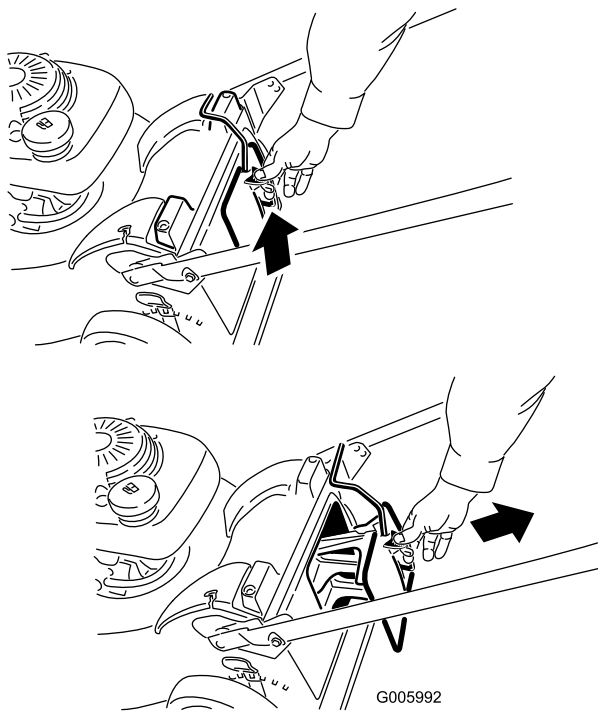

Figure 26
1. Enlevez l'obturateur de recyclage (Figure 26).